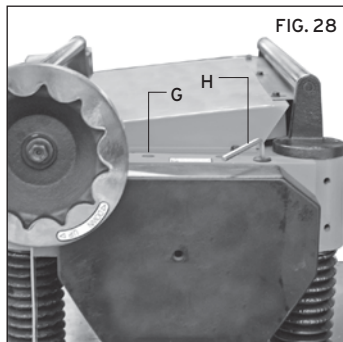

FIG. 28
Para ajustar la tensión de los resortes de los rodillos de Alimentación/Expulsión, gire el tornillo (G)/(H) Fig. 28 y también el tornillo del lado opuesto del rodillo de Alimentación/Expulsión.